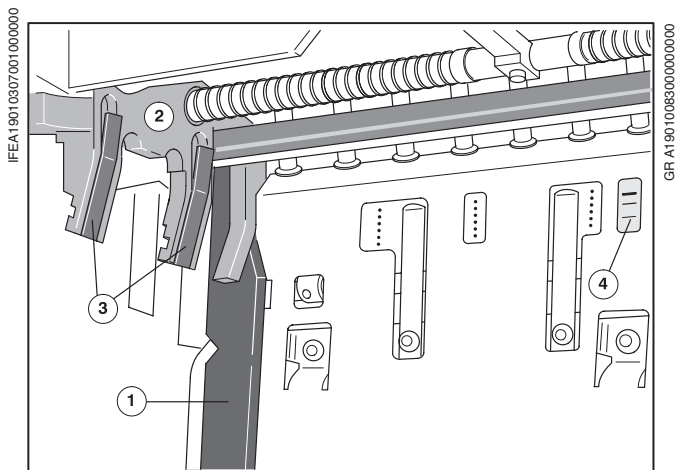

Рис. 4 Стапельные направляющие, направляющие листов, пружинные пластинки
- ❶ Вдавить рукоятку и поднять стапель бумаги на нужную высоту.
- ❷ Установить боковые направляющие (Рис. 4/❷) при помощи маховика приблизительно на 1 мм по краю стапеля.
- ❸ Поднять стапель до нижней отметки шкалы (Рис. 4/❸).
- ❹ Направляющие листа должны слегка прилегать к кромке стапеля.
Для улучшения листопроводки на боковых направляющих (Рис. 4/❷) можно установить **пружинные пластинки** (Рис. 4/❸).
- ❺ Насадить пружинные пластинки (Рис. 4/❸) снизу на боковые направляющие, боковые направляющие (Рис. 4/❷) лишь слегка приклонить к стапелю